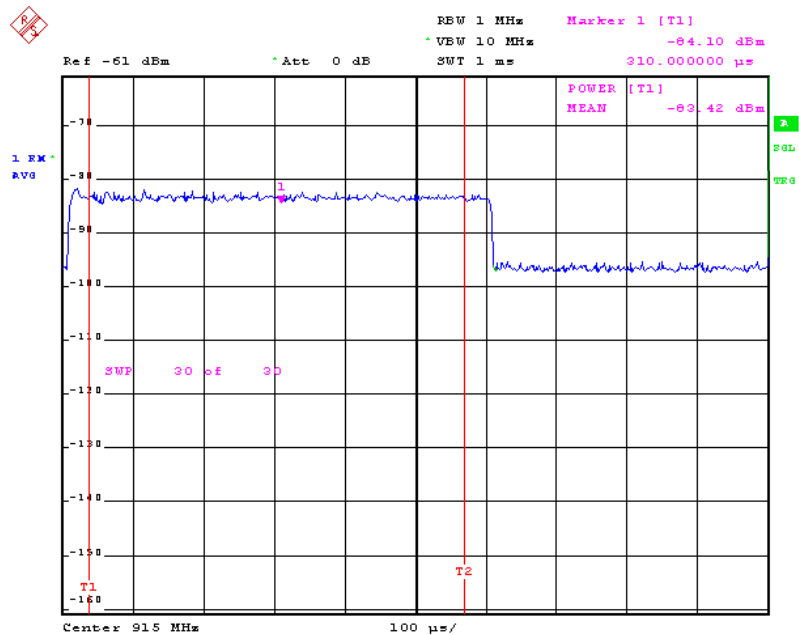

Bild 1 Korrekte Triggereinstellung sowie Einstellung des gewünschten Traceausschnitts mit Hilfe der Search Limits (T1, T2)
Will man die Rauschzahl eines Verstärkers nur während eines begrenzten Zeitabschnitts einer periodischen Pulsfolge bestimmen, so benötigt der Analysator ein entsprechendes periodisches Triggersignal. Durch Einstellen einer geeigneten Sweeptime (z.B. 1 ms bei GSM-Anwendungen) und eines entsprechenden Triggeroffsets erreicht man, daß beginnend am linken Bildschirmrand des Analysators die aktive Phase des Verstärkers dargestellt wird. Durch Aktivieren und Einstellen der Search Limits sorgt man dafür, daß nur der Trace-Abschnitt der aktiven Phase für die Berechnung des Mittelwerts der Leistung und damit zur Berechnung der Rauschzahl herangezogen wird. Siehe dazu Bild 1.
- **START LIMIT** auf den Pulsbeginn und **STOP LIMIT** auf das Pulsende einstellen (Siehe Bild 1).